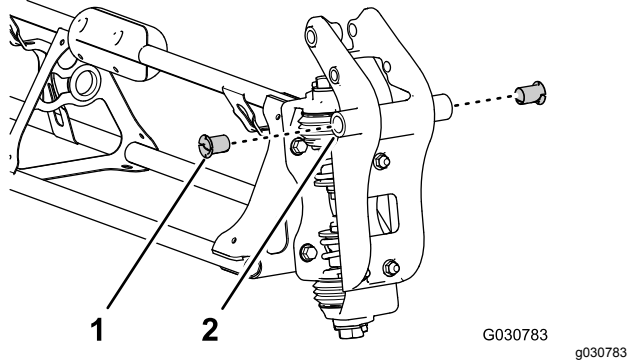

Figura 122
- Inserte un casquillo con brida de nylon en el orificio de 31,8 mm de cada lado del acoplamiento de giro (Figura 122).